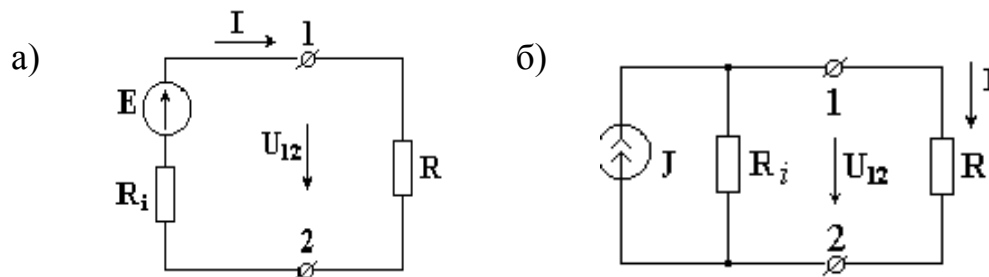

Рисунок 5.1 – Расчетный эквивалент реального источника электрической энергии.
а) источник ЭДС  $E$  с последовательно включенным сопротивлением  $R_i$ , равным внутреннему сопротивлению реального источника (рис. 5.1а; стрелка
*Источник ЭДС* – это источник, характеризующийся электродвижущей силой и внутренним сопротивлением. Идеальным называется источник ЭДС, внутреннее сопротивление которого равно нулю. На рис. 5.1а изображен источник ЭДС с внутренним сопротивлением  $R_i$ , к зажимам которого подключено сопротивление  $R$ . Стрелка ЭДС направлена от точки низшего потенциала к точке высшего потенциала, стрелка напряжения на зажимах источника  $U_{12}$  направлена в противоположную сторону от точки с большим потенциалом к точке с меньшим потенциалом.
*Источником тока* называется источник энергии, характеризующийся величиной тока и внутренней проводимостью. Условное изображение источника тока показано на рис. 5.1б.